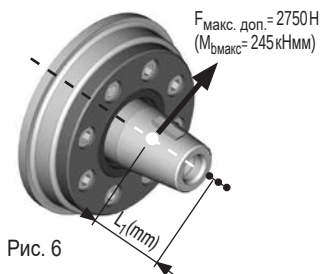

Рис. 6
- Возникшая в результате натяжения ремня сила в точке приложения (середина конуса вала, см. рис. 6) не должна превышать $F_{\text{макс. доп.}} = 2750 \text{ Н}$.
- Если точка приложения силы смещается вперед (см. рис.6, маленькие точки), сила $F_{\text{макс доп.}}$ уменьшается по следующей формуле: